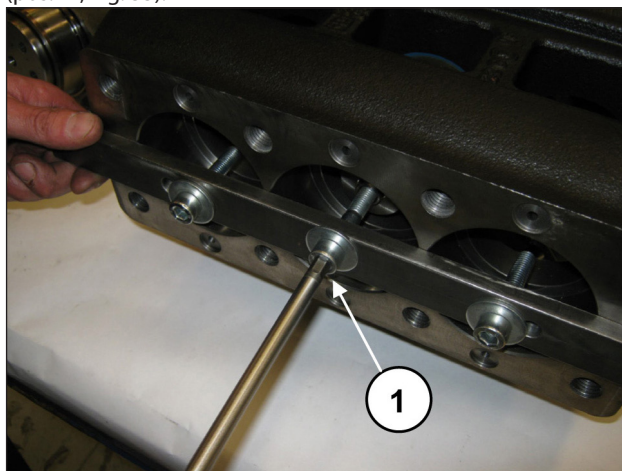
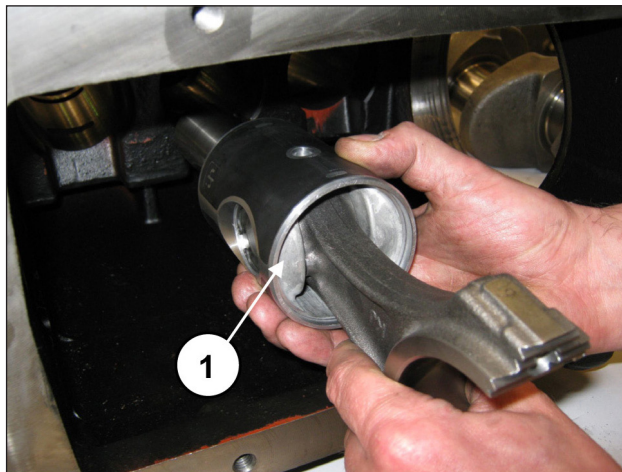

Fig. 32
Fig. 33
Nell'eventualità fosse necessario sostituire una o più bielle o guide pistone occorre operare come segue: Procedere a svitare le viti dell'attrezzo cod. 27566200 per sbloccare le bielle (pos. ①, Fig. 32) e successivamente estrarre i gruppi biella-guida pistone dall'apertura posteriore del carter (pos. ①, Fig. 33).
Dopo aver verificato la perfetta pulizia del carter inserire il gruppo semibiella-guida pistone all'interno delle canne del carter (pos. ①, Fig. 33).
Bloccare i tre gruppi utilizzando l'apposito attrezzo cod. 27566200 (pos. ①, Fig. 32).
Rimuovere l'attrezzo per il bloccaggio delle bielle cod. 27566200 (pos. ①, Fig. 32).